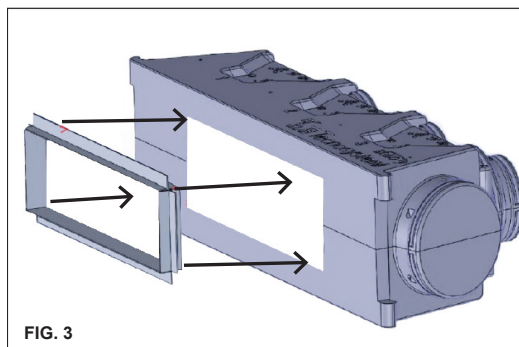

FIG. 3
3. Spalmare la colla in dotazione all'interno dei profili in alluminio e fissarli in corrispondenza della bocca, battendo con l'ausilio di un martello in modo da farli aderire bene al plenum. Verificare che le dimensioni della bocca di innesto sovrappongano le dimensioni esterne della flangia di mandata della macchina canalizzata. Attendere circa un minuto per far aderire la colla e proseguire quindi con il montaggio. (Fig.3)
3. *Spread the glue supplied inside the aluminium profiles and affix to the nozzle, using a hammer to make a solid join to the plenum box. Check that the size of the connection nozzle is greater than the external size of the supply flange of the channelled machine. Wait approx. 1 minute for the glue to go off. (Fig. 3)*